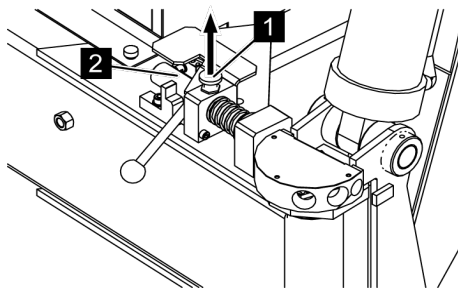

Fig. 83: Desserrer le blocage
1. Tirer la pointe de blocage (Voir la Fig. 83/1) vers le haut, jusqu'à ce que la goupille de verrouillage (Voir la Fig. 83/2) puisse tourner librement.